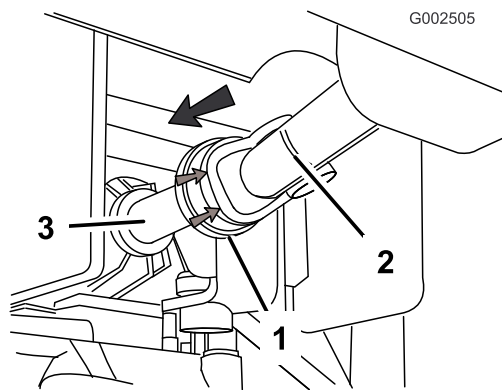

Figura 10
- Nell'articolazione anteriore dell'albero motore della presa di forza, allineate la bussola dell'articolazione anteriore con le scanalature dell'albero di uscita della PDF sul transaxle (Figura 10).
- Tirate indietro il blocco a molla (cuffia in gomma) nell'articolazione anteriore dell'albero motore della presa di forza (Figura 10).
- Fate scivolare la bussola dell'articolazione anteriore sulle scanalature dell'albero di uscita (Figura 10).
- Spingete in avanti il blocco a molla dell'articolazione anteriore dell'albero motore della presa di forza (Figura 10).
- Ritirate indietro la metà anteriore dell'albero motore per accertarvi che le sfere di bloccaggio del blocco a molla siano posizionate nella scanalatura dell'albero di uscita della PDF (Figura 10).